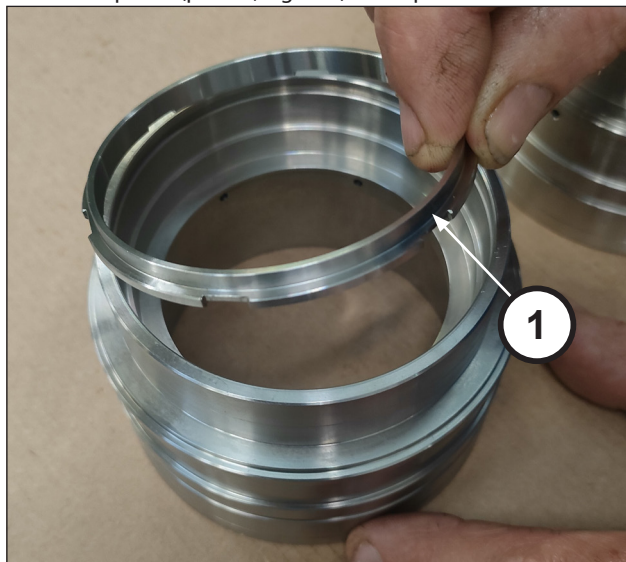
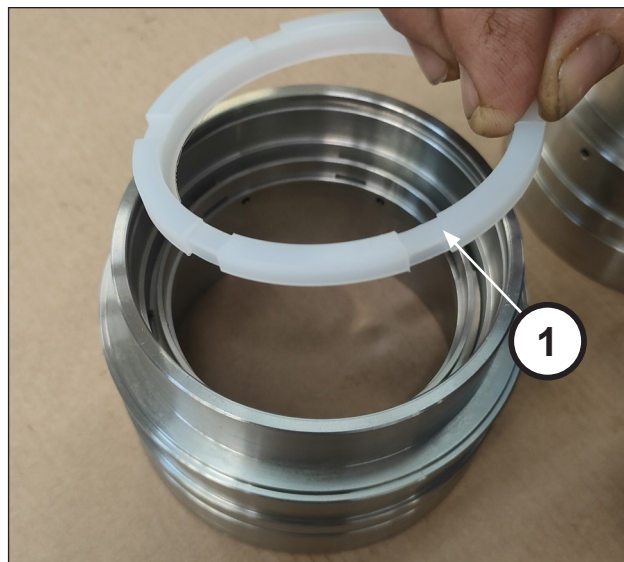

Fig. 149
Fig. 150
Insira o anel do cabeçote do raspador (pos. ①, Fig. 149) e o anel do raspador (pos. ①, Fig. 150) no respectivo assento.